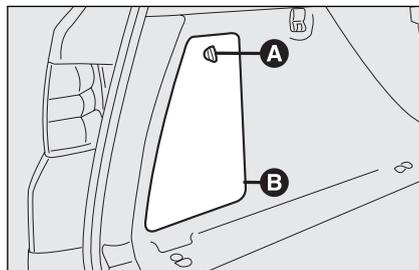

fig. 63
- ruotare la manopola **A**-fig. 63 in modo da aprire lo sportello **B**;